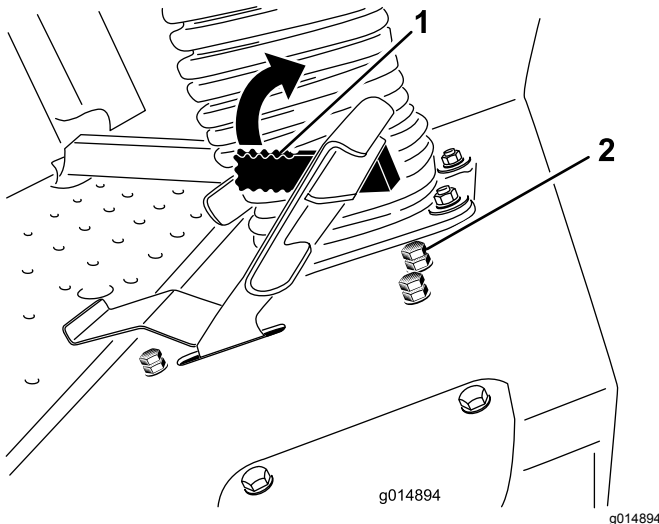

Figura 67
Desplace el limitador de la velocidad de corte (Figura 67) hacia adelante para limitar la velocidad de tracción de la máquina.
3. Afloje la contratuerca del perno de tope del limitador de la velocidad de corte (Figura 67).